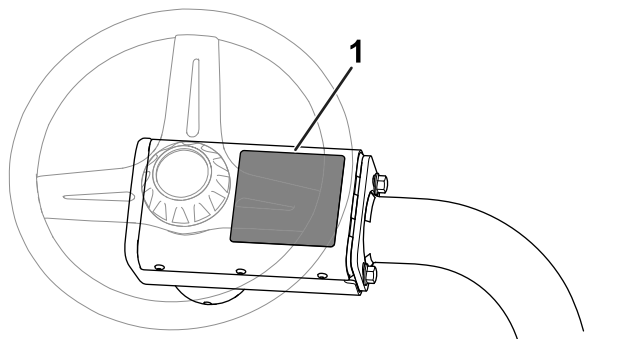

图15
- 请把 CE 警告标贴（零件号为 136-8505）贴在现有警告标贴之上（零件号为 136-8506）；请参阅图15。